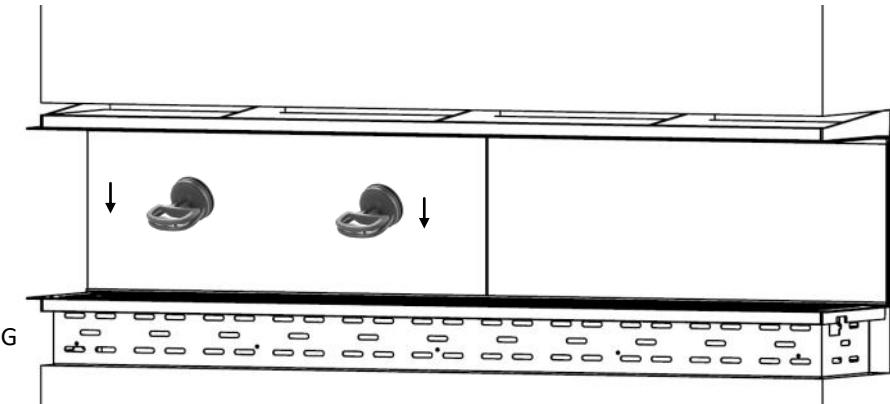

Figure 8—Finalization de la installation du verre miroir noir
Sans laisser le miroir noir, placer le dans le support de fixation inférieur (G) (Figure 8)